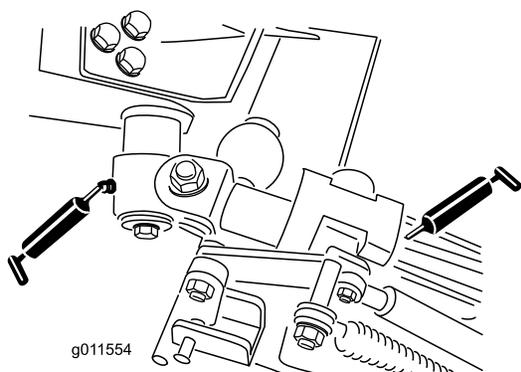

Рисунок 52
- Втулки осей поворота коленчатых рычагов (2 шт.) (Рисунок 52)
- Втулки подъемных рычагов (4 шт.) (Рисунок 52)